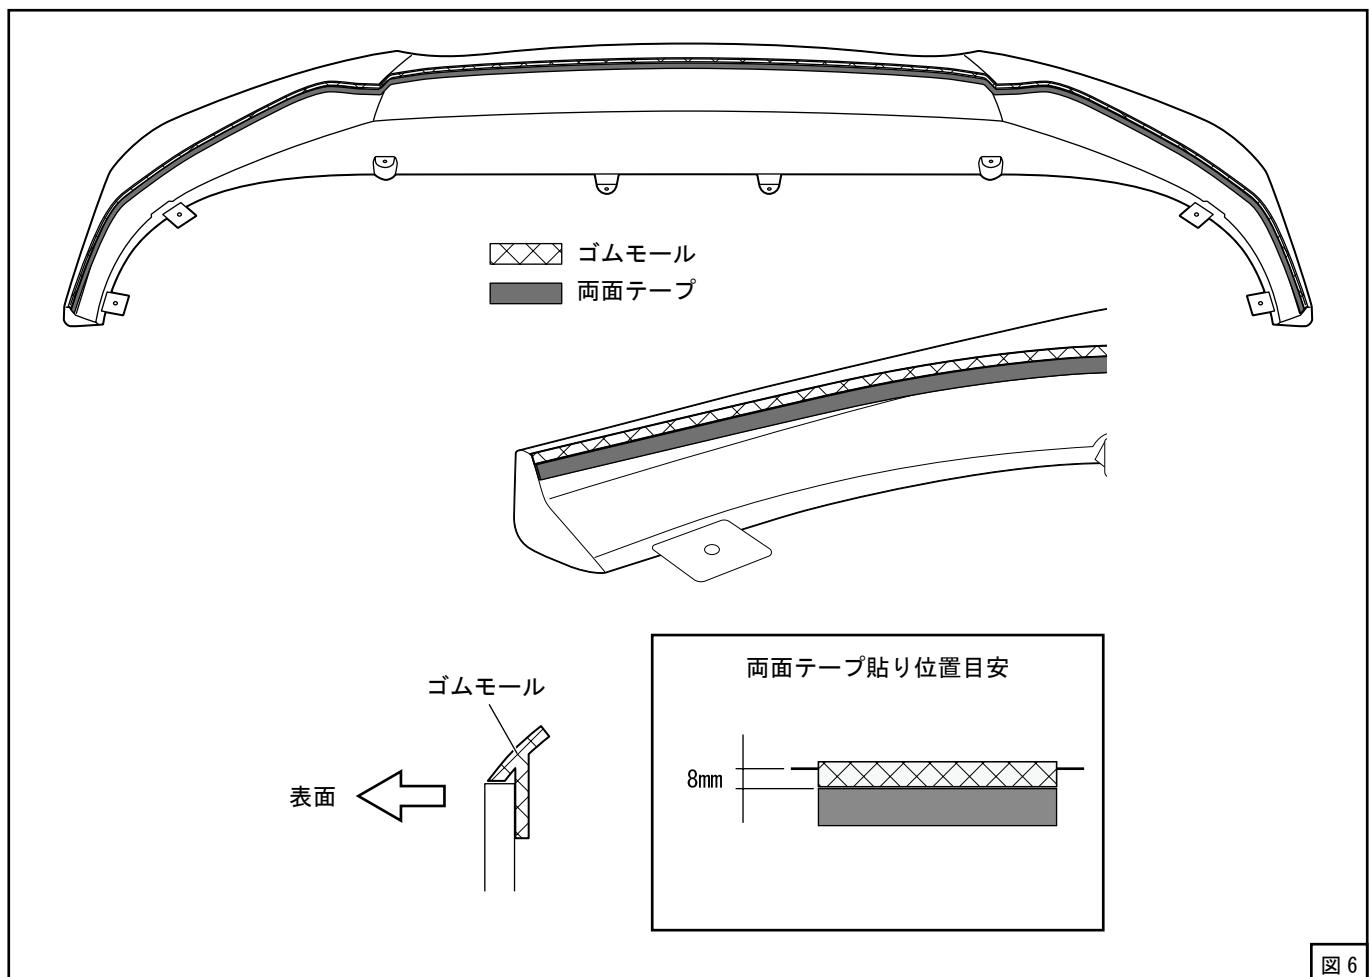

図 6
(8) 貼付け箇所を脱脂してフロントspoイラーにゴムモールと両面テープを貼付けてください。(図 6)
それぞれ図 6 を参照してカットして使用してください。